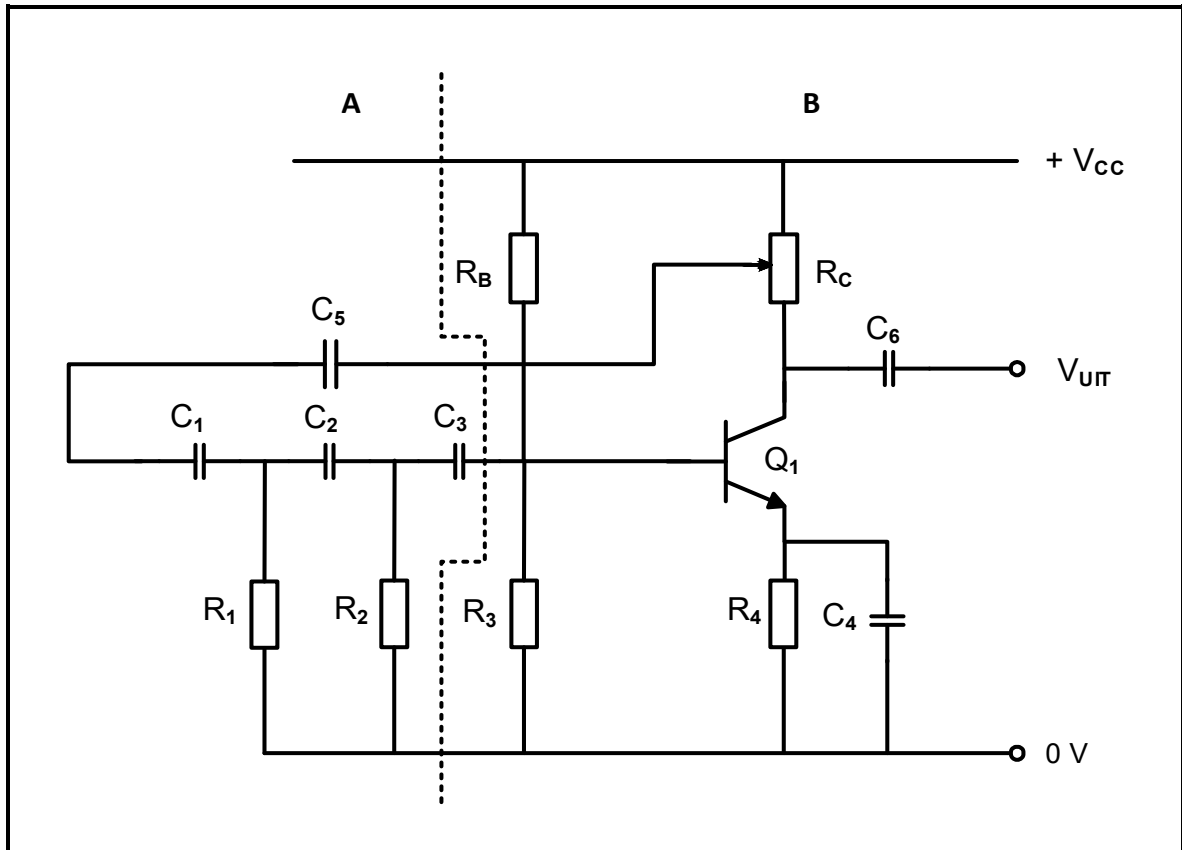

**FIGUUR 6.10: HARTLEY-OSSILLATOR**
6.10 Verwys na FIGUUR 6.10 hieronder en beantwoord die vrae wat volg.
- 6.10.1 Noem EEN voorwaarde vir die kring in FIGUUR 6.10 hierbo om 'n volgehoue sinusvormige uitsetgolfvorm te produseer. (1)